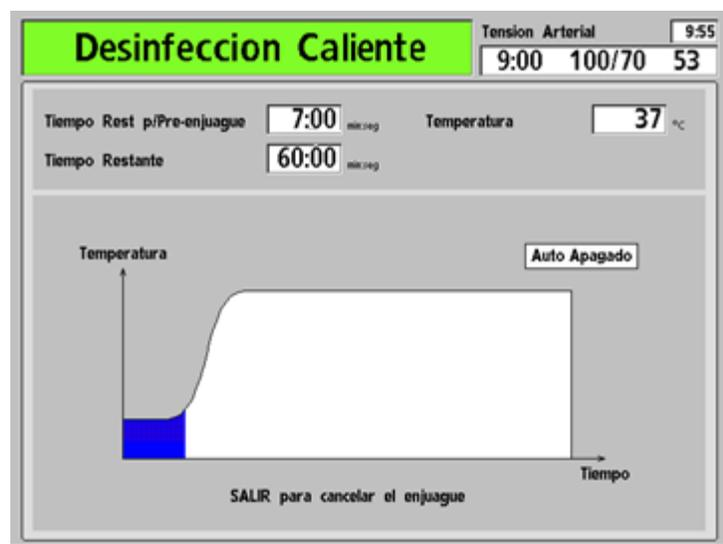

Figura 60 – Pantalla “Desinfección Caliente”
2. Desde la pantalla “Seleccione el Programa”, seleccione **Desinfección Caliente** y presione la tecla **CONFIRM** para iniciar el programa Desinfección Caliente. La pantalla “Desinfección Caliente” aparece en la pantalla del panel de control (vea Figura 60). Si la máquina no fue enjuagada antes de esto, automáticamente ejecutará un enjuague corto (siete minutos) o un enjuague extendido (20 minutos), según la configuración de la máquina en Modo de Servicio.